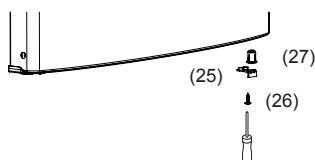

Рис. 8
- Снимите ограничитель рис. 8 (25) в нижней части двери холодильного отделения, открутив винты рис. 8 (26) и закрепите его на противоположной стороне. Прделайте аналогичную операцию для двери морозильной отделения.
- Снимите втулку рис. 8 (27) в нижней части двери холодильного отделения и зафиксируйте её с противоположной стороны.